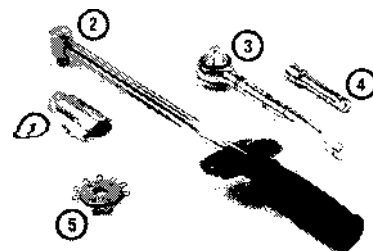

Рис. 18.1. Инструменты, необходимые для проверки и замены свечей зажигания
- 1 Для отворачивания свечей требуется специальный "свечной" торцовый ключ с храповиком. Внутри этого ключа имеется резиновая втулка, с помощью которой ключ центрируется относительно свечи. Это полезное приспособление предотвращает повреждение изолятора свечи при перекосе ключа, а также удерживает свечу от выпадения из ключа при ее установке. Вам также потребуется проволочный щуп для контроля и регулировки зазора между электродами свечи, а также динамометрический вороток для затягивания свечи необходимым крутящим моментом (см. рис. 18.1).